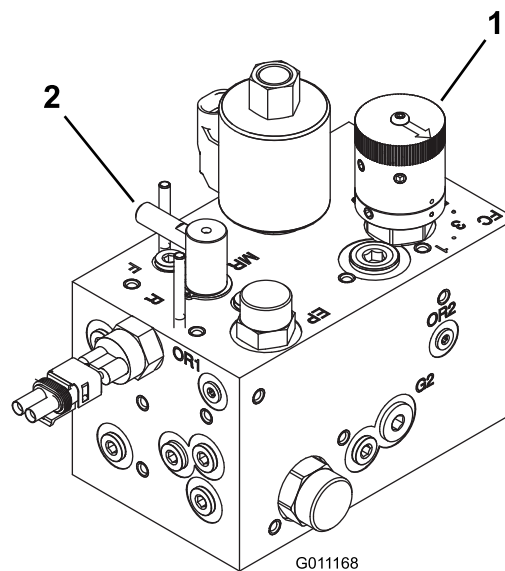

Figura 46
- Girate la manopola di comando della velocità dei cilindri (Figura 46) fino al numero impostato determinato nella fase 1.